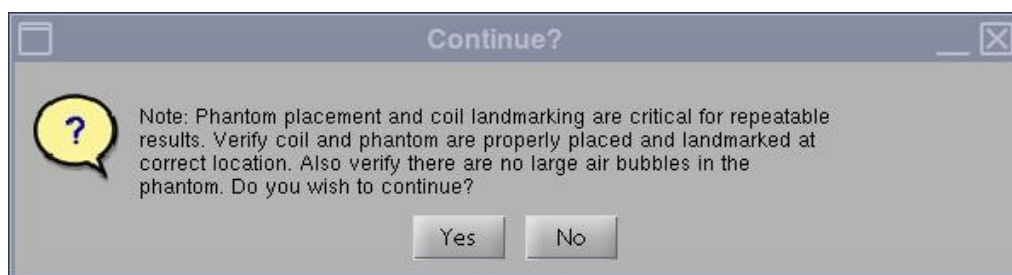

Figura 4
3. Ao ligar o sistema, aparecerá uma nota dizendo o seguinte: “Phantom placement and coil landmarking are critical for repeatable results” (A substituição do fantasma e a marcação da bobina são essenciais para resultados repetíveis). Se a marcação tiver sido feita corretamente e, se não houver bolhas de ar no fantasma, clique em [Yes] (Sim) para continuar. (Figura 4).